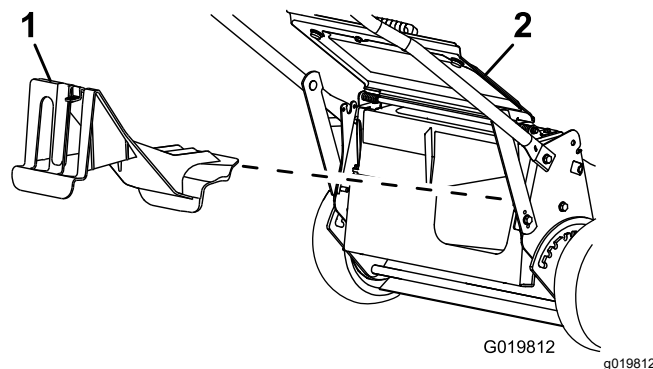

Figura 20
- În cazul în care capacul de evacuare posterioară nu este montat, prindei-l de mâner, ridicai deflectorul din spate i introducei-l în jgheabul de evacuare posterioară până când elementul de fixare se blochează în poziie; consultai Figura 20.